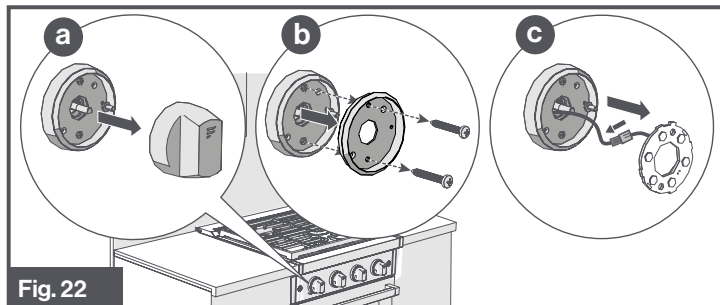

Fig. 22
1. Desconecte el horno del suministro de energía mediante el interruptor para conectar el dispositivo a la red eléctrica o el fusible. Agarre y tire de la perilla de control con la luz LED rota. (Fig. 22 **a**)
2. Retire los dos tornillos que sujetan la guía de la luz LED con un destornillador Phillips. (Fig. 22 **b**)
3. Retire el conjunto LED después de desconectar el cable de la base de la placa PCB LED. (Fig. 22 **c**)